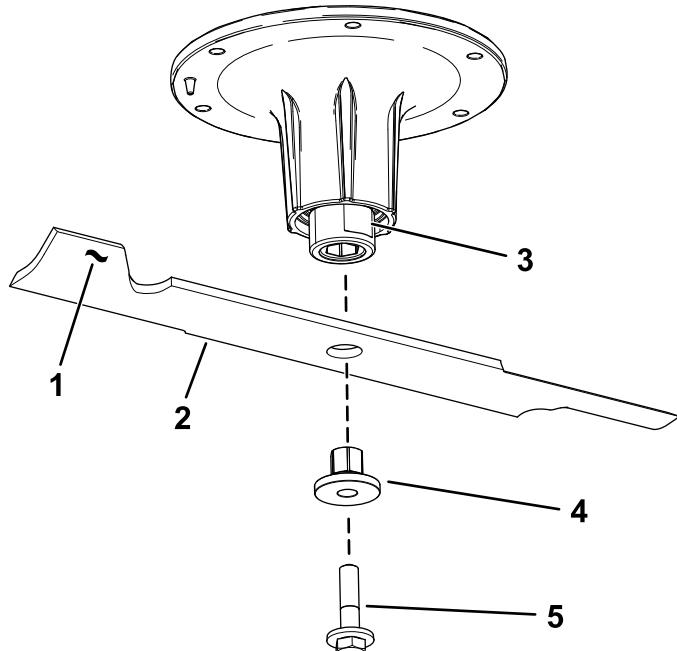

Figura 82
- Retire a cavilha da lâmina, o casquilho, e a lâmina do eixo (Figura 82).